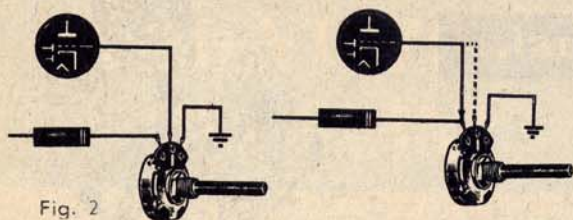

Fig. 2
92. - Controllare il potenziometro di volume. Tale controllo potrà facilmente eseguirsi facendo funzionare il ricevitore in posizione FONDO. Nel caso il controllo di volume risponda, il guasto dovrà ricercarsi nei circuiti di media frequenza. Nell'eventualità invece il controllo non risponda, balzerà evidente che il terminale centrale del medesimo (cursore) risulta fuori uso, per cui provvederemo alla sostituzione. Per il controllo d'efficienza del potenziometro risulterà sufficiente dissaldare il collegamento centrale del medesimo (fig. 2) e collegarlo a quello laterale che si inserisce al condensatore.
102. - La distorsione può crearsi a motivo della interruzione della resistenza di griglia (vedi Sistema Pratico n. 10-58, fig. 2, pag. 637). Medesimo inconveniente si verifica se il potenziometro risulta avariato. In tal caso — ruotandolo — si noterà come l'aumento o la diminuzione del volume non risulti regolare. Nel primo caso sostituiremo la resistenza di griglia, nel secondo il potenziometro di volume.